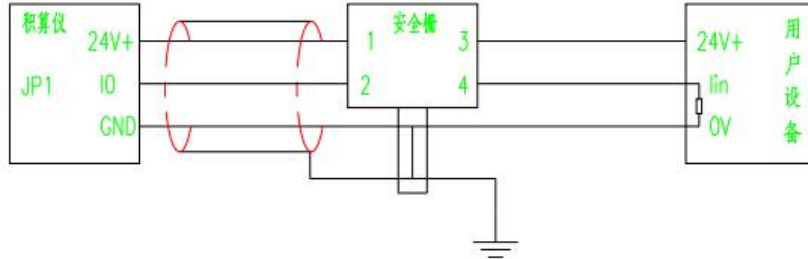

图 13 三线制电流输出
6.5.2 三线制电流输出：（如图 13）
502 电位器零点调整、501 电位器满量程调整、104 电位器线性调整。电位器位置见图 13